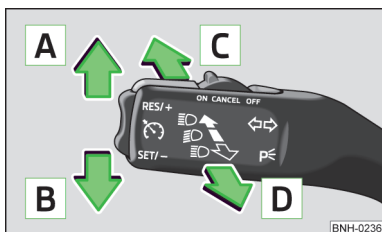

Fig. 22
- Trageți maneta de semnalizare » fig. 22 la pagina 41 înspre volan, împingeți-o în același timp în jos, și mențineți-o în această poziție.
- Trageți maneta de semnalizare » fig. 22 la pagina 41 înspre volan, împingeți-o în același timp în sus, și mențineți-o în această poziție.
Pozițiile manetei de operare » fig. 22
- Aduceți maneta de operare în poziția **A**, respectiv **B**, până la opritor » fig. 22 la pagina 41 - se activează lumina de poziție de pe partea dreaptă, respectiv stângă a autovehiculului.